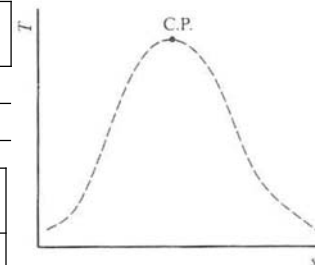

図3
- この2つのサイクルの概略を同一のT-s線図上に記せ。ただし,図3の線図を答案用紙に書き写し,サイクルを実線で記すと共に,状態①②③③'④⑤の位置を図中に明示せよ。
- 状態③の蒸気の比エンタルピーと乾き度を求めよ。